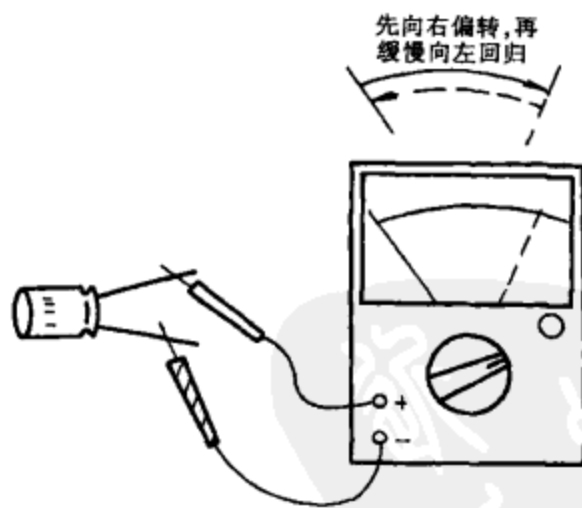

图 1-66
(2) 用万用表的两表笔（不分正、负）分别与电容器的两引线相接，在刚接触的一瞬间，表针应向右偏转，然后缓慢向左回归，如图 1-66 所示。对调两表笔后再测，表针应重复以上过程。电容器容量越大，表针右偏就越大，向左回归也越慢。